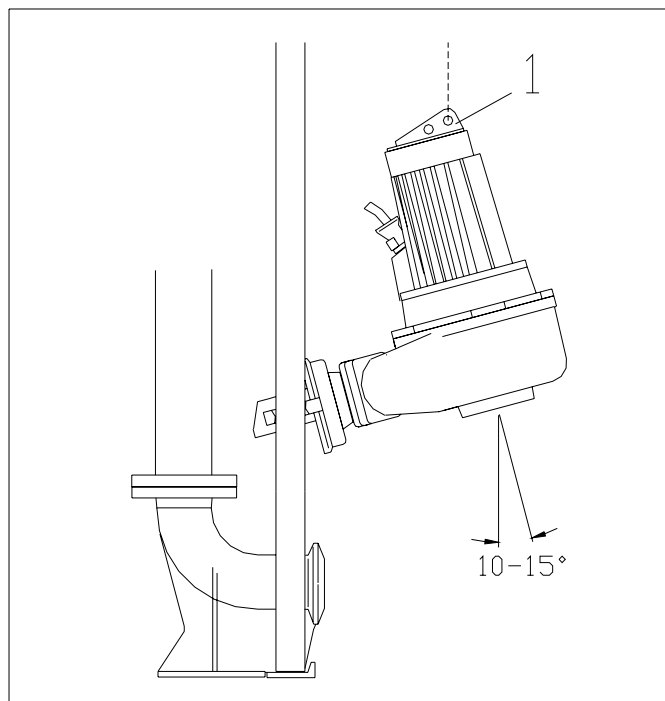

Fig. 6.4
- De hoek van de pomp bij het koppelen of ontkoppelen t.o.v. de geleidebuizen tussen de 10° en 15° is, zie fig 6.4. Deze hoek is te beïnvloeden door het bevestigingspunt (1) van de hijsketting te verplaatsen.